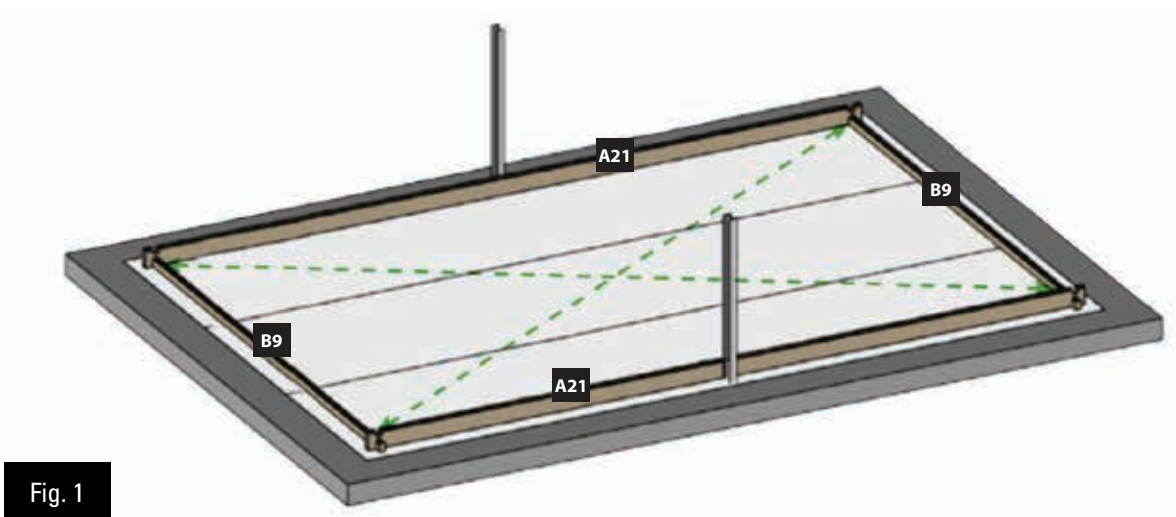

Fig. 1
**INSTALLATION OF THE FIRST LAYER OF BOARDS:** • Build the first layer placing boards (A21) and (B9) as shown by figure 1. • Adjust the shape of the pool using the inside dimensions indicated in the installation diagram (see page 42-43). • The drawing shows the inside dimensions of the pool for the different opposing diagonals. After having installed the first layer, you should check the inside dimensions of the pool.
**POSITIONNEMENT DE LA 1ÈRE RANGÉE DE MADRIERS :** • Constituez la première rangée, en disposant les madriers (A21) et (B9) comme indiqué sur la figure 1. • Ajustez la forme de la piscine en vous aidant des dimensions intérieures indiquées sur le plan d'implantation (Voir page 42-43). • Le plan donne les dimensions intérieures du bassin pour les différentes diagonales opposées.
**POSITIONIERUNG DER ERSTEN REIHE VON BRETTERN:** • Errichten Sie die erste Reihe, indem Bretter (A21) und (B9) platzieren, wie Abb. 1 zeigt. • Passen Sie die Form des Pools an, indem Sie die angezeigten Innenmaße verwenden, die in der Einbauezeichnung (Siehe Seite 42-43) aufgeführt sind. • Die Zeichnung zeigt die Innenmaße des Pools für die verschiedenen gegenüberliegenden Diagonalen.
**PLAATSING VAN DE EERSTE RIJ PLANKEN:** • Construeer de eerste rij door het plaatsen van planken (A21) en (B9) zoals te zien is op afbeelding 1. • Plan de vorm van het zwembad aan waarbij u gebruik maakt van de interne afmetingen die zijn aangegeven op het montageplan (Zie pagina 42-43). • Het plan geeft interne afmetingen van het zwembad aan voor de verschillende tegenover elkaar liggende diagonale lijnen.